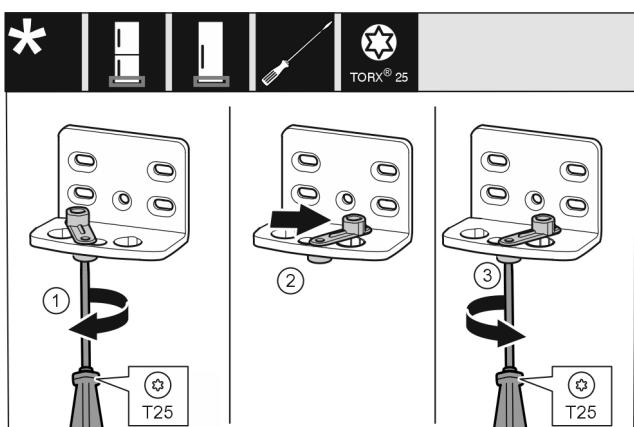

Fig. 14
- ▶ Βιδώστε πρόχειρα τη βίδα Fig. 14 (1) με κατσαβίδι.
- ▶ Ανασηκώστε το βοήθημα κλεισίματος πόρτας Fig. 14 (2) και πειριστρέψτε 90° προς τα δεξιά στην τρύπα.
- ▶ Σφίξτε τη βίδα Fig. 14 (3) με κατσαβίδι.